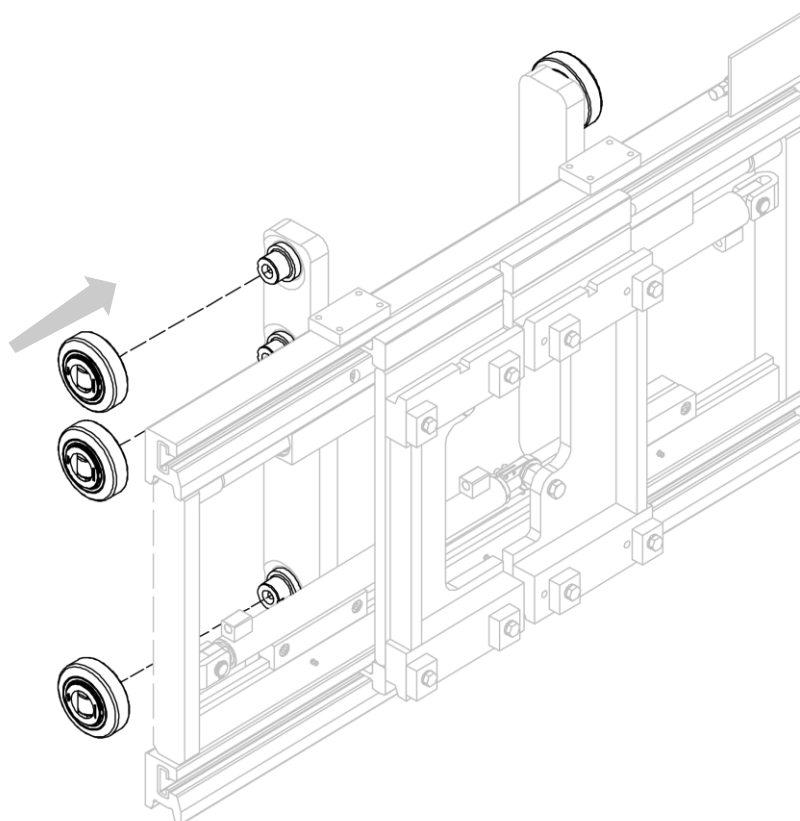

Figura 2
3. Acople los rodillos deslizantes del mástil a los pasadores realizados en los hombros (mira *Figura 2*, en esta imagen, al igual que en las siguientes, los rodamientos, hombros y mastiles indicados serán puramente indicativos, con el único propósito de mostrar el correcto montaje del equipo).